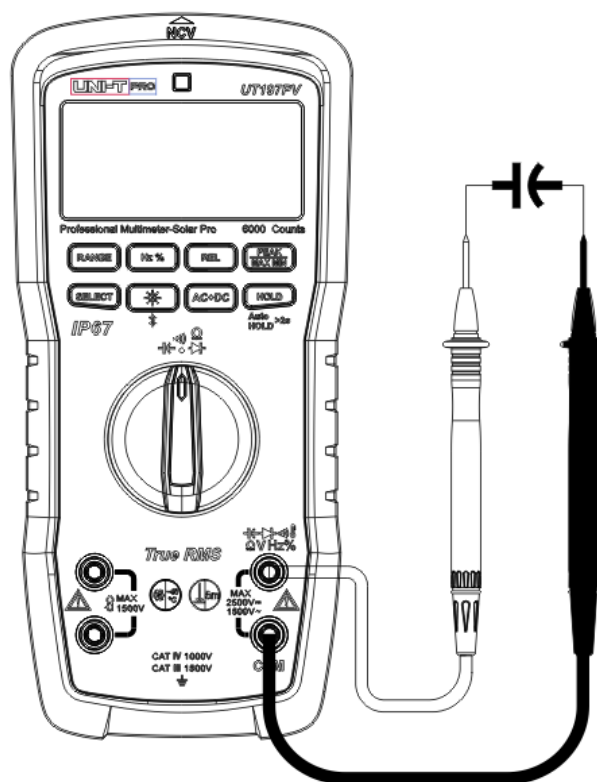

Figure 12
9. Mesure de la capacitance (Figure 12)